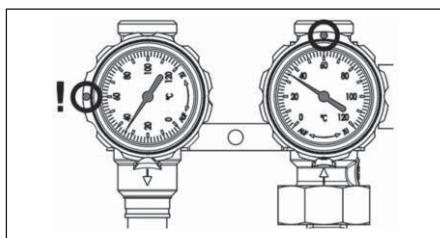

Fig. 6.18 Position des robinets à tournant sphérique pendant la purge du circulateur
1. Positionner les robinets à tournant sphérique de la station solaire comme indiqué sur la fig. 6.18 (position angulaire de la manette du thermomètre sur l'aller: 90°, sur le retour: 0°).